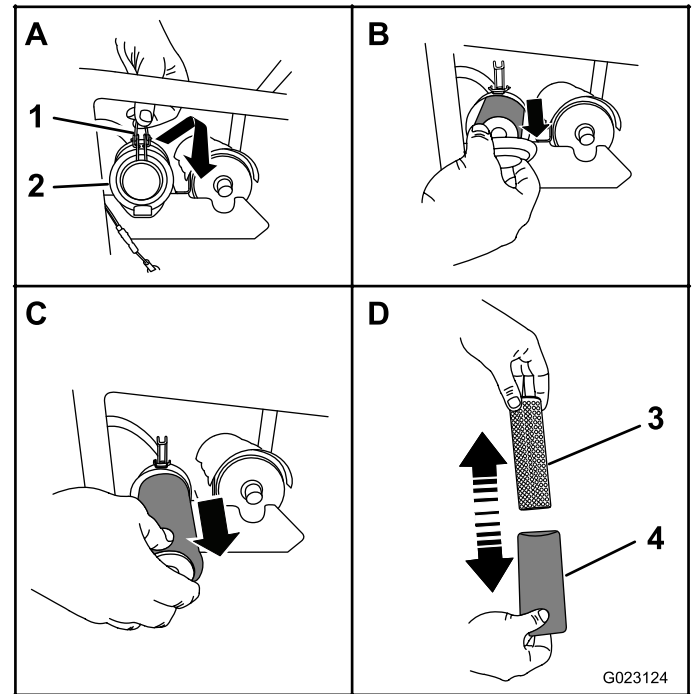

Figura 16
1. Abra el enganche de la tapa del filtro de aire (Figura 16).
2. Retire el filtro de aire de la carcasa, según se muestra en Figura 16.